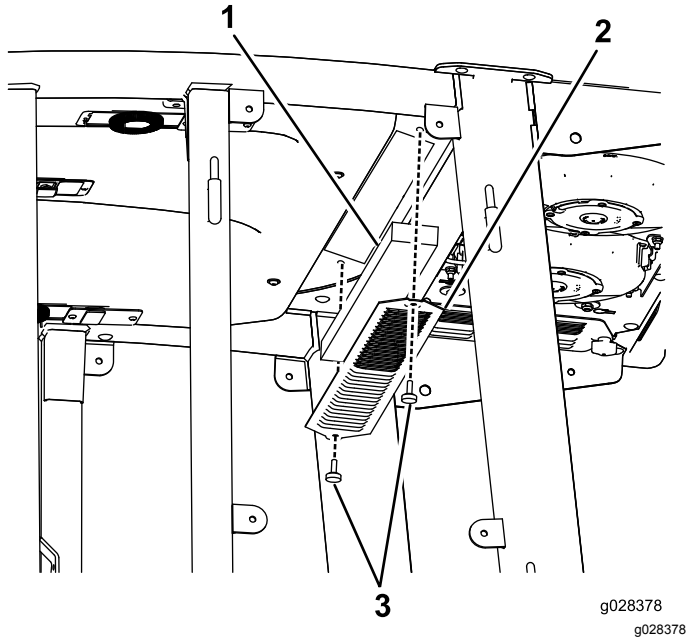
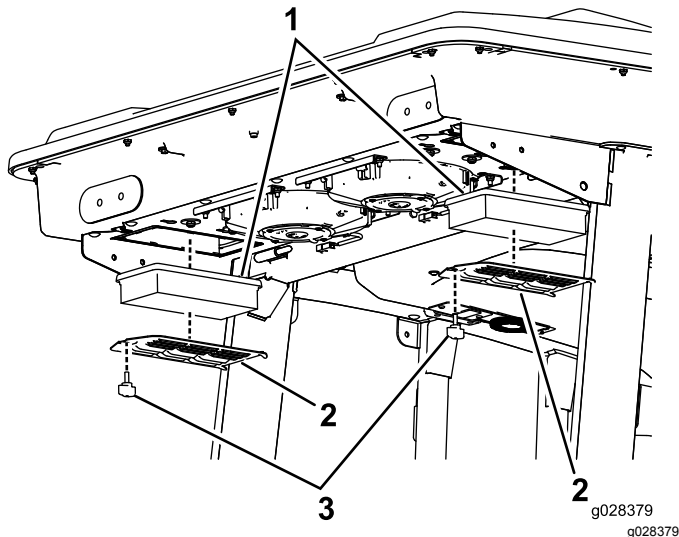

Bild 133
Bild 134
1. Nehmen Sie die Daumenschrauben und Gitter vom internen Kabinenfilter und den hinteren Kabinenfiltern ab (Bild 133 und Bild 134).